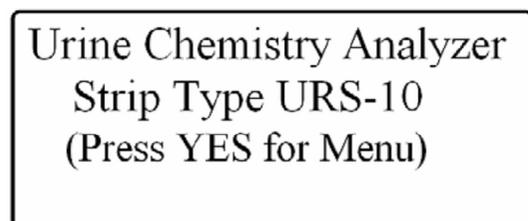

Fig. 17: “Welcome Screen”
Per cambiare la programmazione accendere l’analizzatore e sul display apparirà la presentazione: “Welcome Screen”(Fig. 17). Da questa videata è possibile cambiare la programmazione seguendo le istruzioni:
1. Andare alla voce "*Welcome Screen*" (vedere il paragrafo "Come cambiare la programmazione dell'analizzatore Fig. 17).